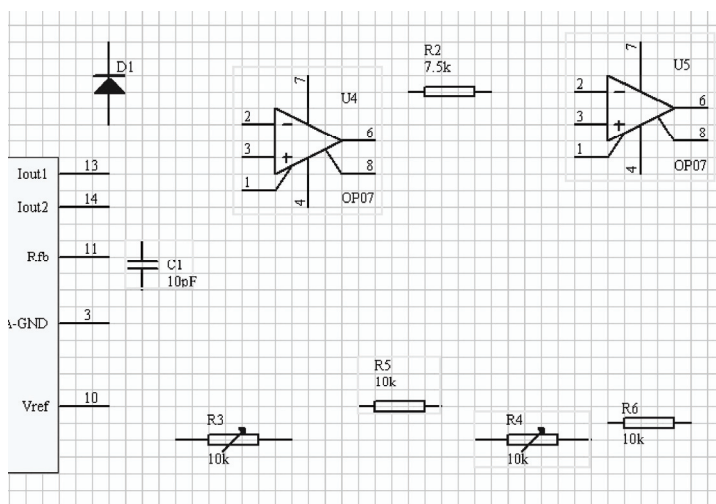

图 2-47 选中多个元器件视图
1) 逐次选择多个元器件：选择“Edit”→“Toggle Selection”命令，出现十字光标，移动光标到目标元器件，单击即可选中。用同样的方法可选中其他的目标元器件，如图 2-47 所示为选中了的多个元器件。选择多个元器件可以使用前面介绍的方法来实现。